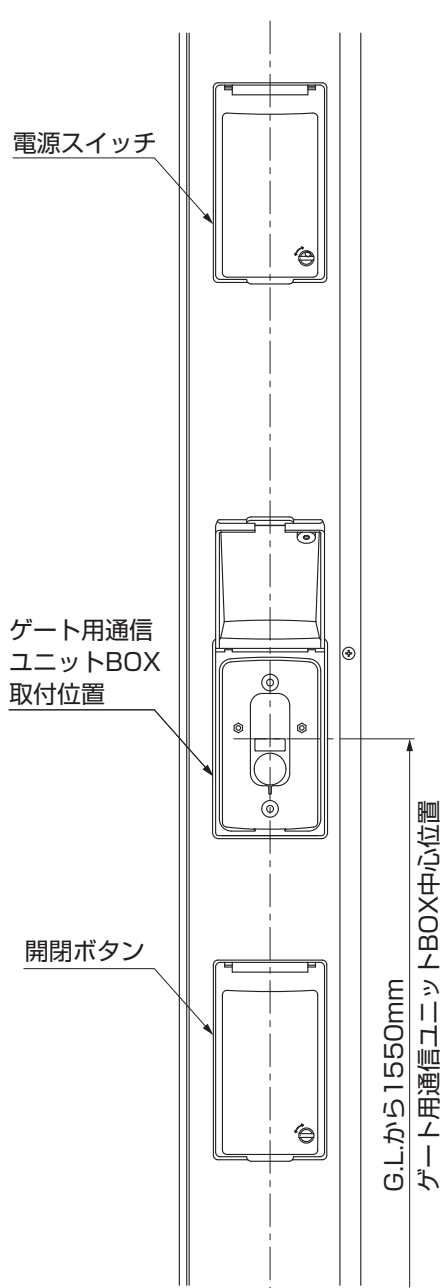

図1-1
- ①ゲート用通信ユニットBOXの取付け位置を確認してください。（図1-1参照）